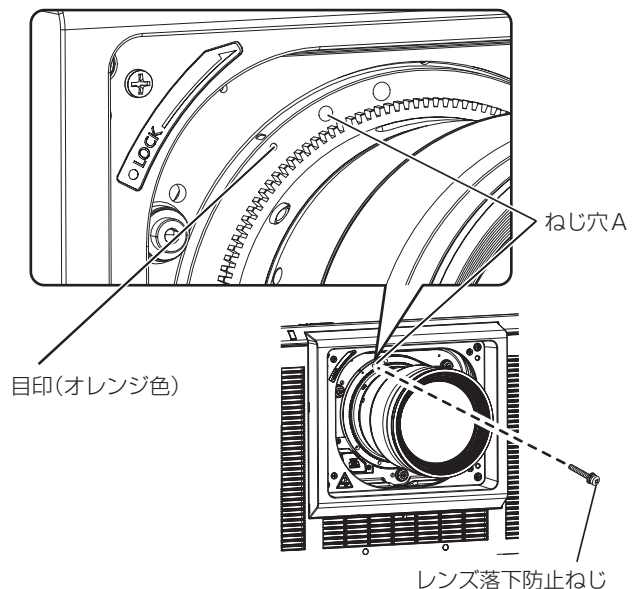

図4
4) 付属のレンズ落下防止ねじで、投写レンズを固定する (図4)